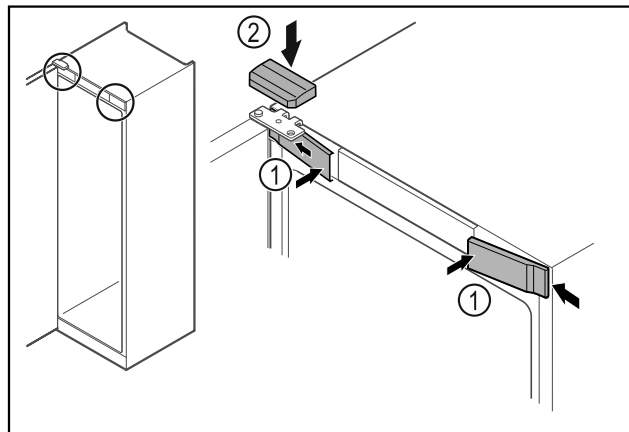

Fig. 49 *
- Skyv de fremre dekslene Fig. 49 (1) inn på siden, og smekk dem på plass.*
- Smekk det øvre dekselet Fig. 49 (2) på plass ovenfra.*